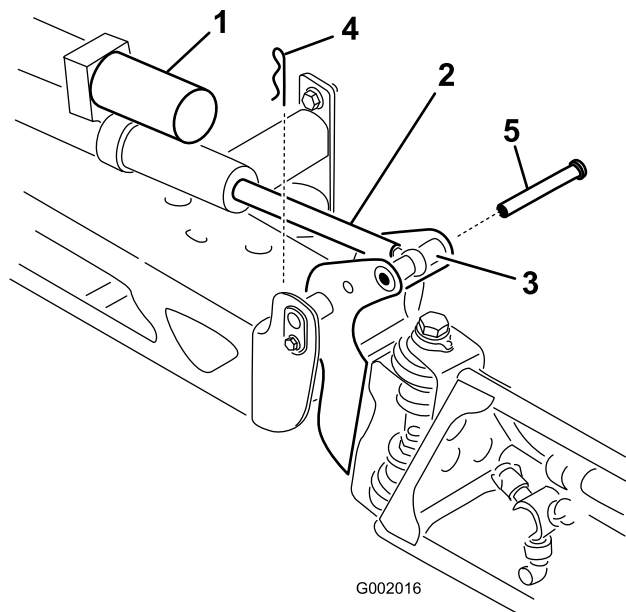

図 18
2. ピボットピンからコッターピンを抜く(図18)。
3. ブームを持ち上げて、ピンを外す(図18)。
8. ブームを支えながら、ブームのピボットとアクチュエータロッドにピンを通す(図18)。